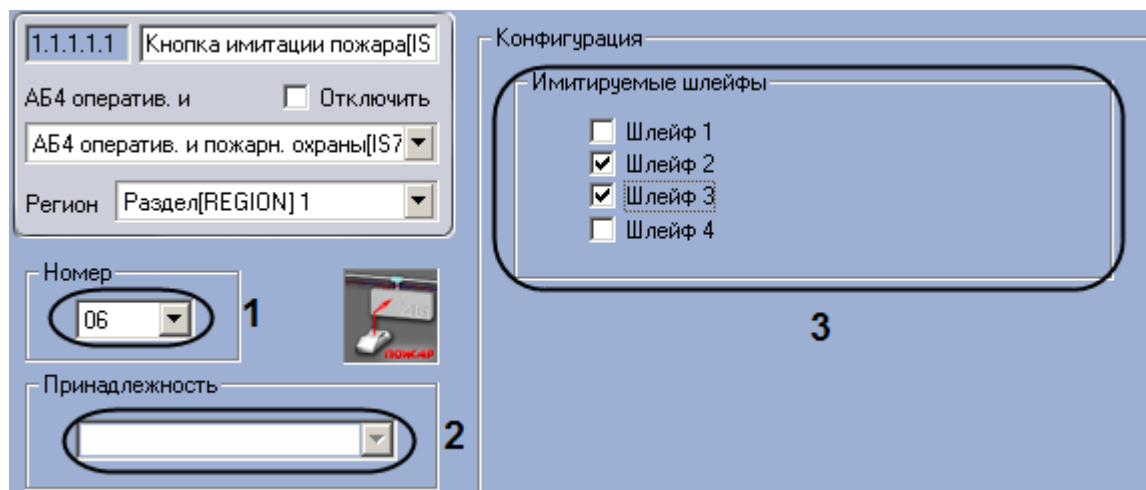

Рис. 3.7—10. Настройка кнопки имитации пожара
2. Из раскрывающегося списка **Номер** выбрать аппаратный адрес кнопки имитации пожара (см. Рис. 3.7—10, 1).
3. Из раскрывающегося списка **Принадлежность** выбрать объект **Зона пожаротушения**, к которому относится данная кнопка (см. Рис. 3.7—10, 2).